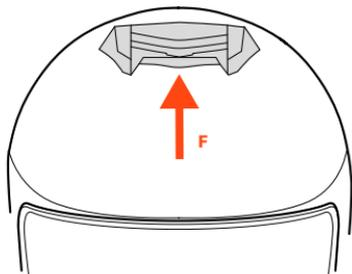

FIGURA 5
#### PRESA D'ARIA FRONTALE SUPERIORE – F – Figura 5/6
- Figura 5: presa d'aria completamente chiusa.